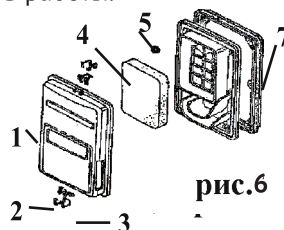

рис.6
- снимите крышку воздушного фильтра (рис.6 поз.1);
- извлеките и осмотрите воздушный фильтр (рис.6 поз.4);